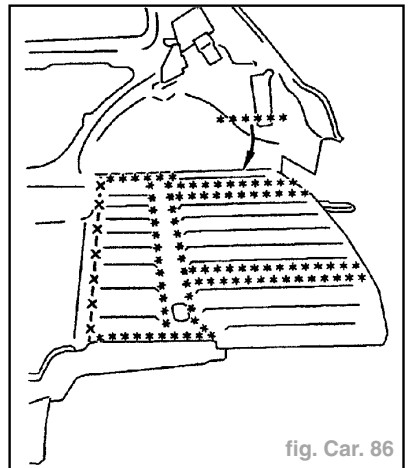

fig. Car. 86
- Dégrafer les points à l'aide d'une fraise de diamètre = **8 mm** (fig. Car. 86).